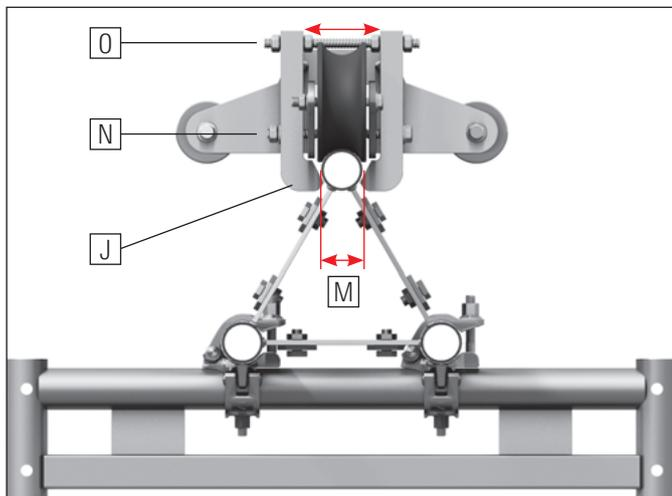

Bild 19
Zum Aufsetzen der Fahrwagen auf die Schiene müssen die Schrauben (N) (Schlüsselweite 19) etwas gelöst oder der Fahrwagen vom Schienenende eingefädelt werden. Nach dem Aufsetzen müssen die Schrauben (N) wieder angezogen werden. Das lichte Maß (M) muss über die Muttern (O) mit einem Schraubenschlüssel SW 19 so eingestellt werden, dass die Bindebleche der Schiene gerade so überfahren werden können. Das lichte Maß (M) muss so gering wie möglich sein, um die maximale Traglast der Abhubsicherung zu gewährleisten (Bild 19).